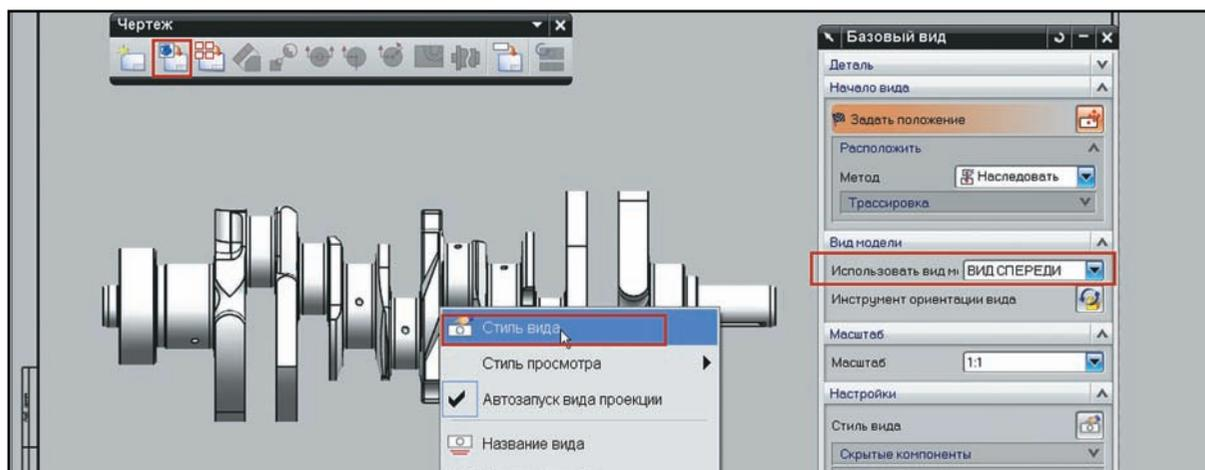

Рисунок 9.45. Создание чертежного вида
- В диалоге создания вида выберите **ВИД СПЕРЕДИ** в выпадающем списке **Использовать вид модели (Model View to Use)**. Затем, не размещая вид на листе, нажмите правую кнопку мыши и в контекстном меню выберите пункт **Стиль вида (View Style)** (рис. 9.45).